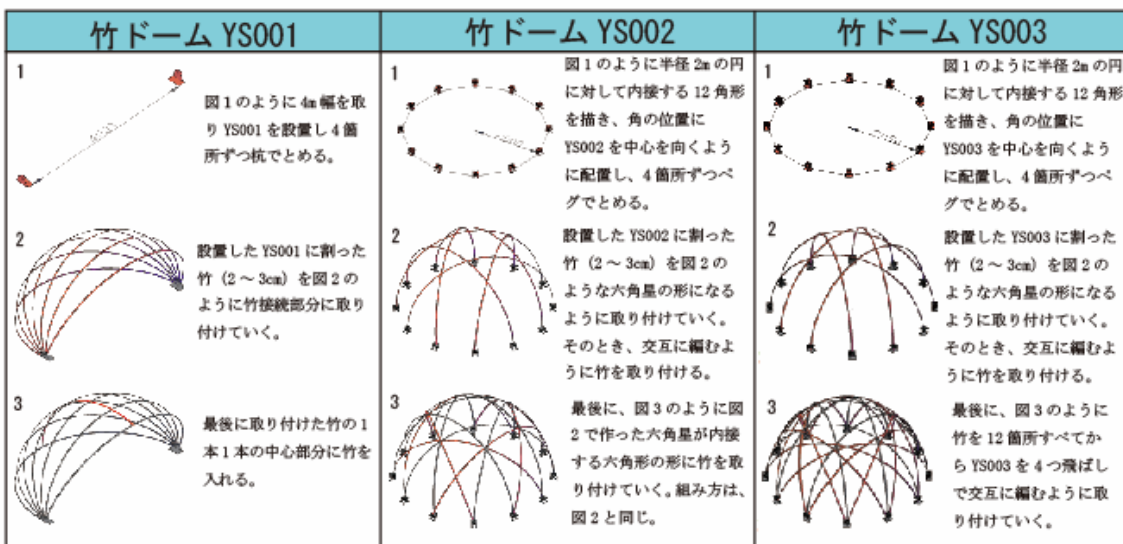

図3：竹ドーム組み立て方
3.2) 竹ドーム(図3)
①竹ドームYS001は、直径4mの扇型ドームである。また、ドーム組み立て時間は、一人で組み立てた場合、10分ぐらいで、YS001の使用数は、1セットである。
②竹ドームYS002は、直径4mの半球型ドームである。また、ドーム組み立て時間は、一人で組み立てた場合、30分ぐらいで、YS002の使用数は、12セットである。
③竹ドームYS003は、直径4mの半球型ドームである。また、ドーム組み立て時間は、一人で組み立てた場合は40分ぐらいで、YS003の使用数は、12セットである。